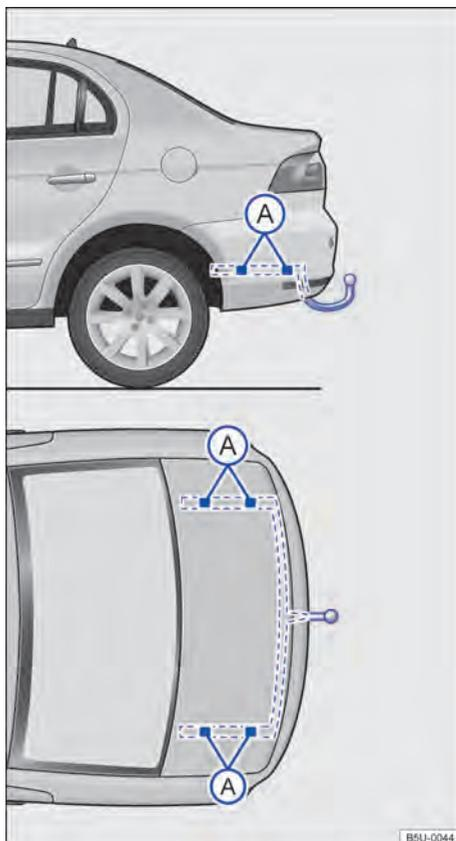

Fig. 143 Pontos de fixação para instalar um dispositivo de reboque posteriormente.
A figura → Fig. 143 ilustra, como exemplo, o ponto de fixação para instalar um dispositivo de reboque do modelo Voyage.
A montagem posterior de um dispositivo de reboque deverá ser efetuada de acordo com as instruções do respectivo fabricante do engate, sempre respeitando os pontos de fixação indicados na → Fig. 143 (A).